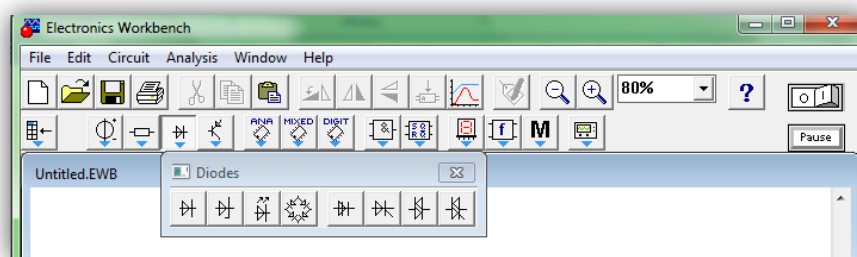

Рисунок 4 – Набор Diodes (диоды)
4. Из набора *Diodes* (диоды рисунок 4):